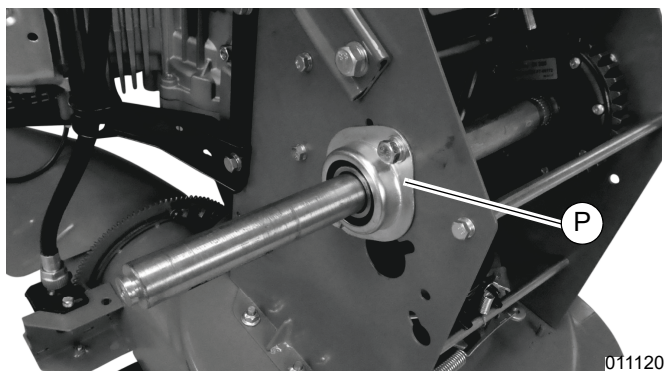

Figura 4-35. Conjunto de cojinete de la rueda del lado izquierdo
9. Consulte la **Figura 4-35**. Instale el conjunto de cojinete de la rueda del lado izquierdo (P).